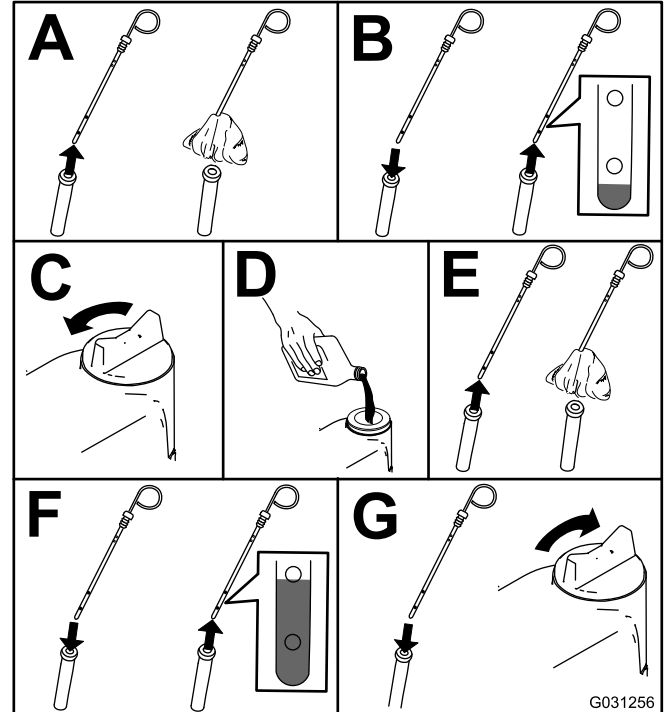

Figure 43
4. Contrôlez le niveau d'huile moteur comme montré à la Figure 43.